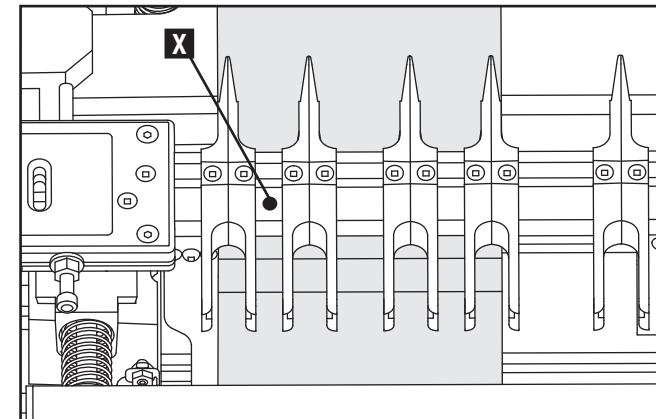

Fig. D4
2. Los pares de encastres ajustables deben configurarse de modo que entre ellos haya un espacio (X) de 3,2 mm (1/8"), como se muestra en la Fig. D4.